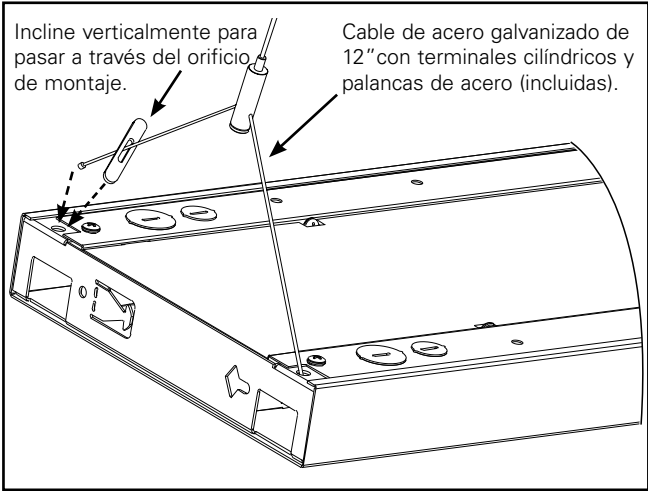

Figura 1.
- 1. Inserte el terminal cilíndrico en el agujero de la esquina. (Figura 1.)